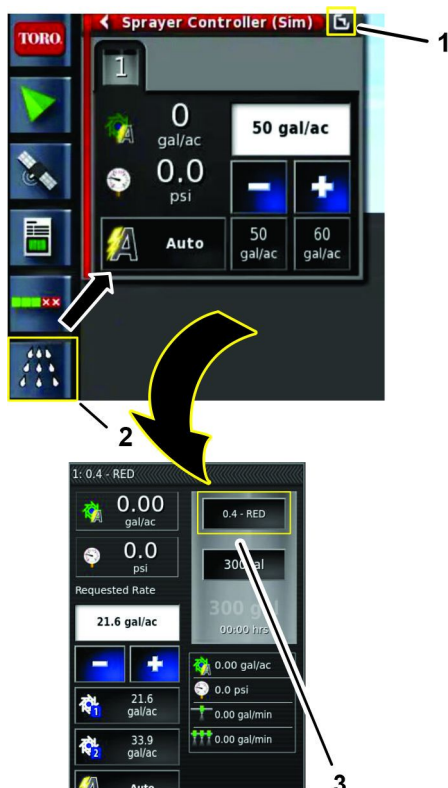

Figura 156
- Pressione o ícone COMANDO DO PULVERIZADOR e, em seguida, pressione o ícone Maximizar apresentação no painel de controlo do pulverizador (Figura 156).